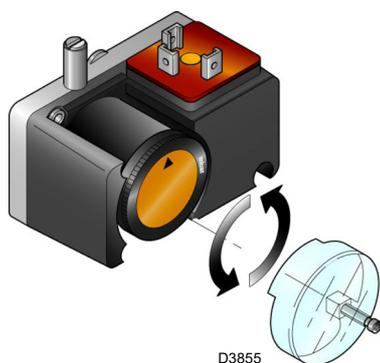

Fig. 34
- Régler le pressostat gaz minimum (Fig. 34 à la page 35) en début d'échelle.
Régler le pressostat gaz minimum (Fig. 34) après tous les autres réglages du brûleur avec le pressostat réglé au début d'échelle.